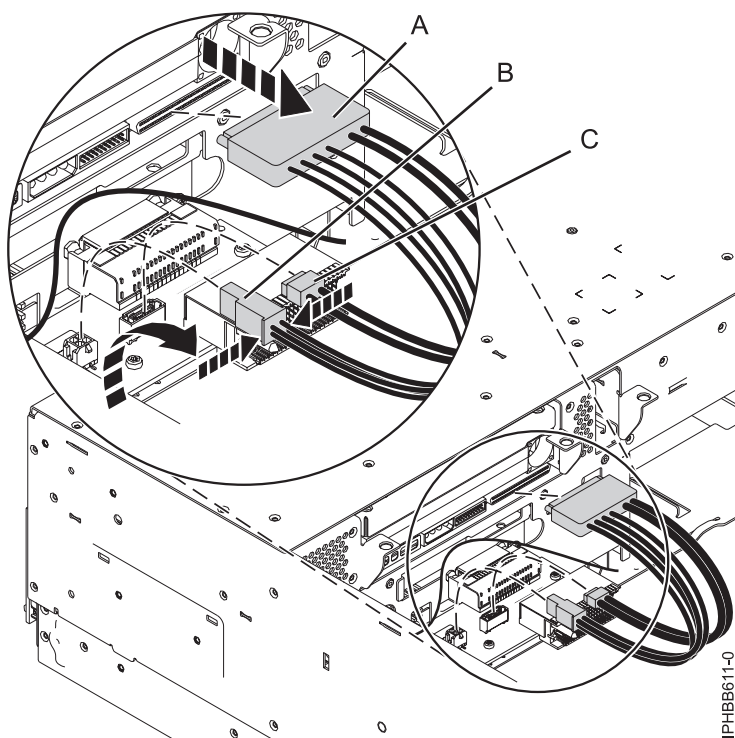

Figura 5. Desconnexió dels cables de dispositiu de suport d'emmagatzematge de la placa posterior de la unitat de disc
11. Desconnecteu els cables de la part del darrere de la placa posterior de la unitat de disc, tal com es mostra a la Figura 5 a la pàgina 7. Si heu connectat un cable SAS extern, assegureu-vos de desconnectar el cable SAS de la placa posterior de la unitat de disc. Per obtenir informació sobre el port SAS extern, consulteu Instal·lació del port SAS extern al model 8233-E8B o 8236-E8C.